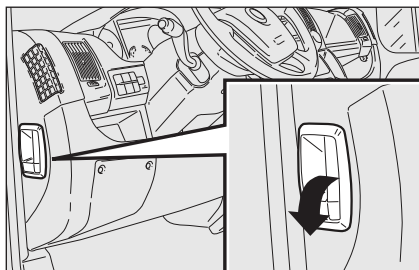

fig. 120
- tirer le levier **fig. 120** dans le sens indiqué par la flèche;